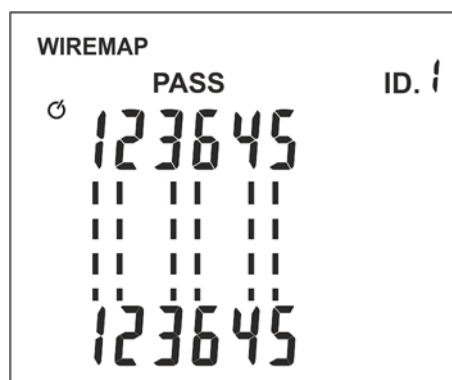

Fig. 11: Visualizzazione test corretto su cavo con connettore RJ11
4. Premere il tasto **TEST/←**. Lo strumento esegue il test fornendo il messaggio “**PASS**” per test corretto (vedere Fig. 11) o il simbolo “” oltre alle coppie lampeggianti in caso di errore sul cablaggio (vedere § 5.2.1)